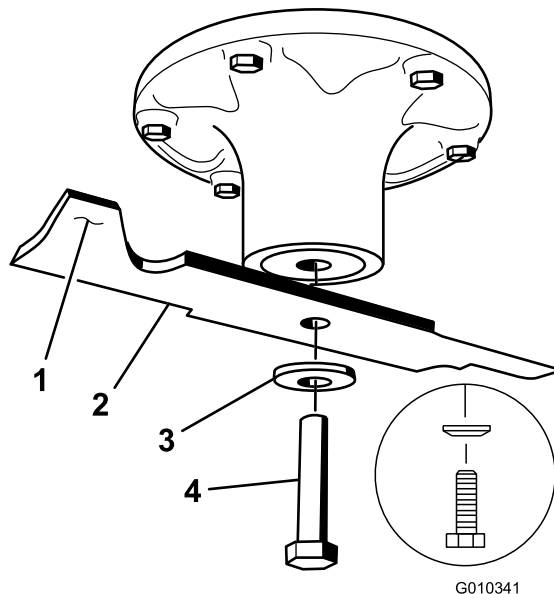

Figure 69
2. Enlevez de l'axe, le boulon, la rondelle courbe et la lame (Figure 69).
1. Placez la lame sur l'axe (Figure 69).
2. Posez la rondelle courbe (face concave vers la lame) et le boulon de lame (Figure 69).